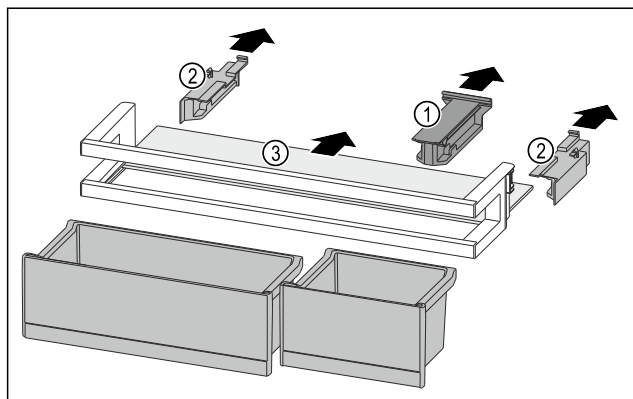

Fig. 186
- Skinite pridržni dio Fig. 186 (1).
- Skinite bočne dijelove Fig. 186 (2).
- Izvadite policu Fig. 186 (3).